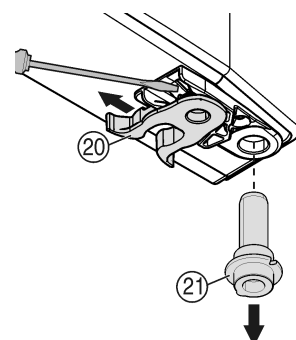

Fig. 8
- Spostare il morsetto a molla Fig. 8 (20): Premere verso il basso il dentino antisfilamento, estrarre il morsetto a molla tirando verso l'alto.
- Estrarre il perno di supporto Fig. 8 (21) dalla boccia porta e inserire con il disco nella parte opposta. Il dentino antisfilamento deve essere rivolto verso il lato interno della porta, la tacca verso il lato esterno.
- Orientare la porta in basso verso l'interno e inserire il perno di supporto Fig. 8 (21) nel blocco di supporto. Eventualmente ruotare il perno di supporto, in modo che possa innestarsi in posizione.